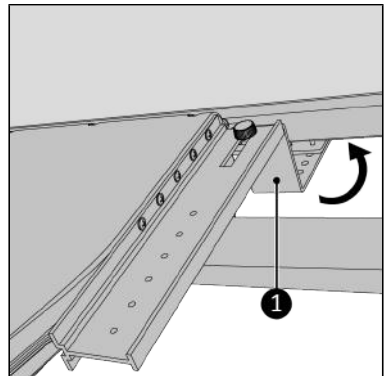

Abbildung 150.
7. Hängen Sie die Halterung um den Fensterahmen (Abbildung 150, Pos. 1).